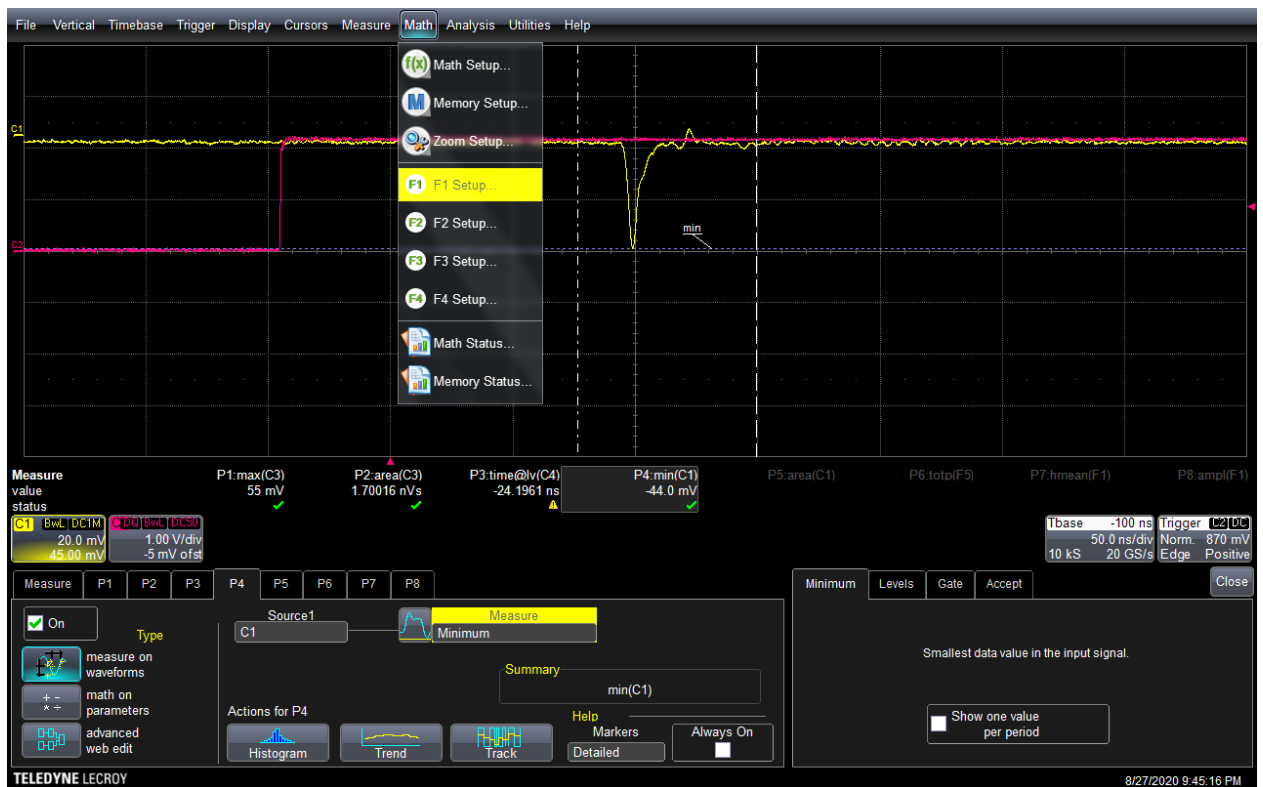

Рис. 19. Работа с осциллографом
8.2. Видно, что для ФЭУ значение амплитуды сигнала сильно флуктуирует. Чтобы найти среднее значение, необходимо сперва построить гистограмму. Для этого необходимо перейти в режим математических операций. Чтобы это сделать, надо выбрать “F1 Setup” в меню “Math” (Рис. 19)